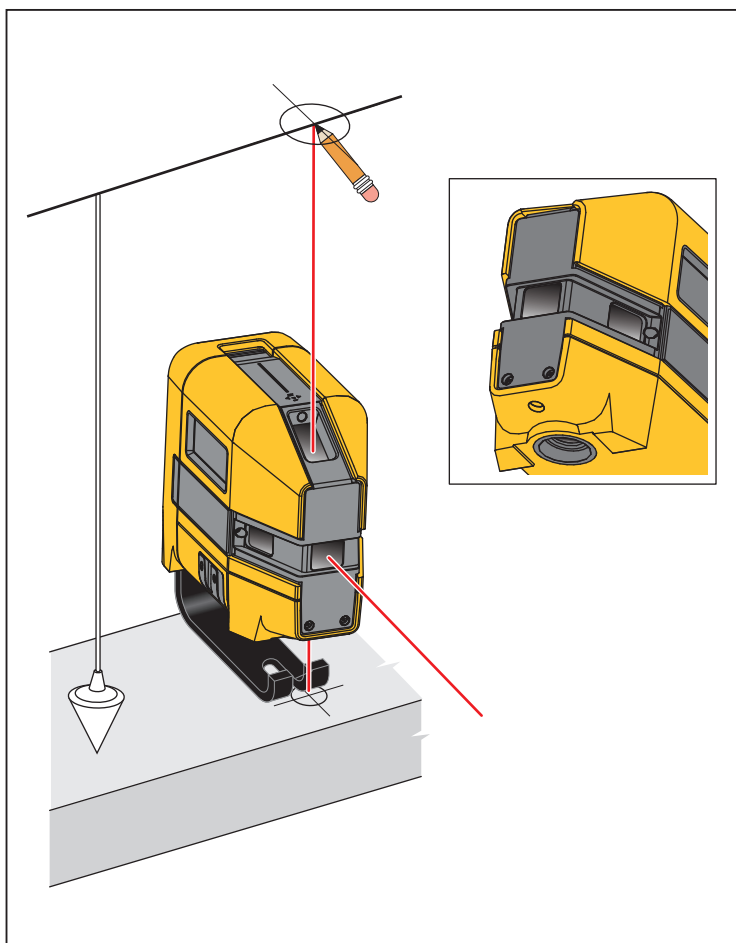

Figure 4. Nouvelle marque d'aplomb
2. Centrez le faisceau descendant sur la croix. Voir la figure 4.